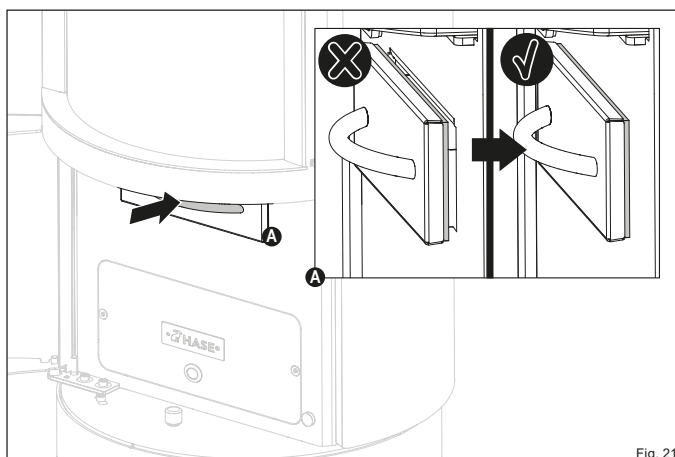

Fig. 21
Lorsque vous insérez le bac à cendres, veillez à ce que le joint soit plaqué (Fig. 21). Ainsi, le processus de combustion n'est pas perturbé par de l'air parasite. Pour retirer le bac à cendres, procédez comme suit :
- ✓ Faites glisser le bac à cendres dans l'ouverture de manière à ce qu'il soit hermétiquement fermé (Fig. 21).
- **Faites glisser le bac à cendres dans l'ouverture (Fig. 21).**